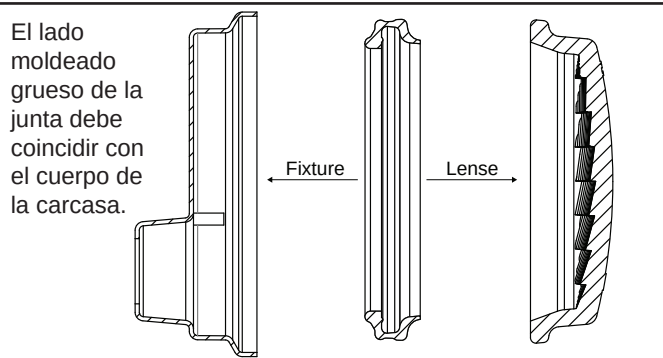

**Figura 10. Corte transversal de la luz LED blanca Jandy Pro Series**
- Mientras sostiene la lámpara en posición vertical, coloque la lente de vidrio con la junta en la parte superior de la lámpara. Tenga en cuenta que la junta de la lente no es simétrica. Por lo tanto, se debe instalar correctamente para que la lente se selle en la carcasa de la lámpara. Coloque la junta en la lente con la orientación que se muestra en la Figura 10. En una luz pequeña, doble las pestañas entre la lente y la junta para volver a colocar el bifurcador.